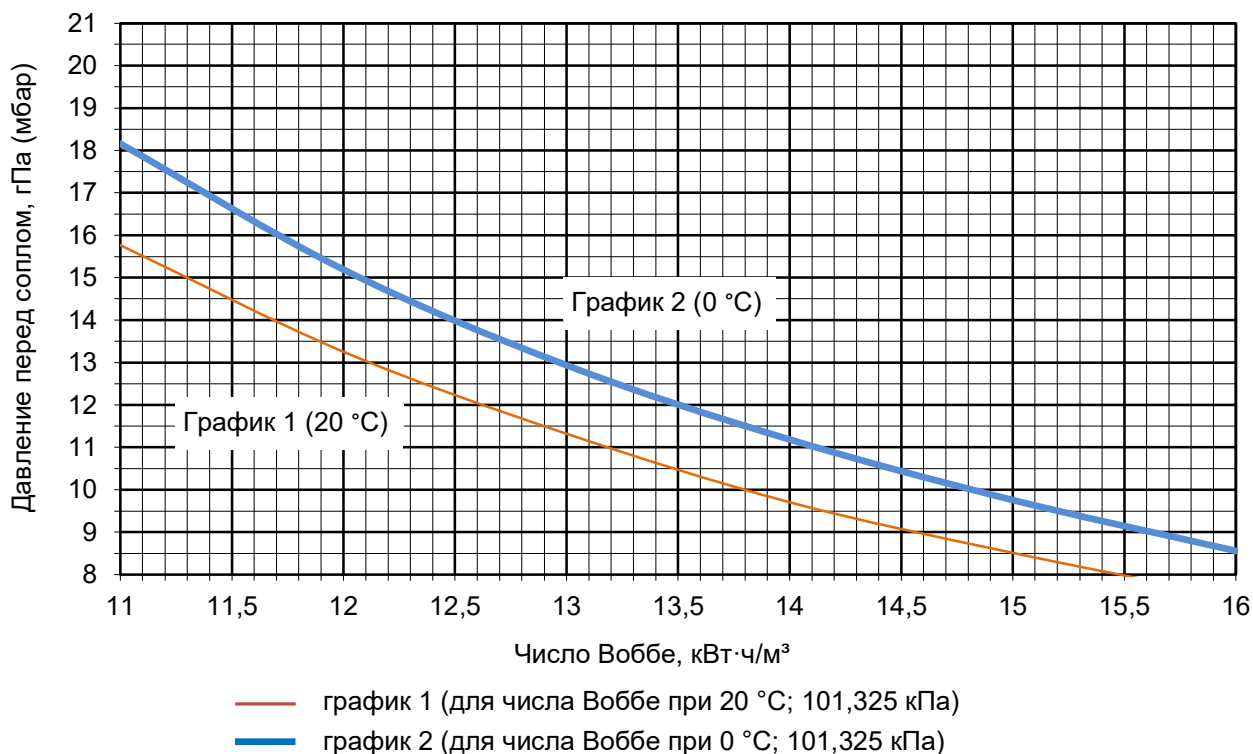

Рисунок 4.3.3 Определение давления газа перед соплом
4. Для достижения номинальной тепловой мощности излучателя необходимо установить давление газа на входе в сопло согласно графику (рис. 4.3.3), в зависимости от числа Воббе используемого природного газа (информацию необходимо получить у местной службы газоснабжения).